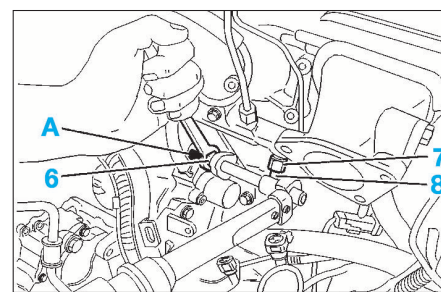
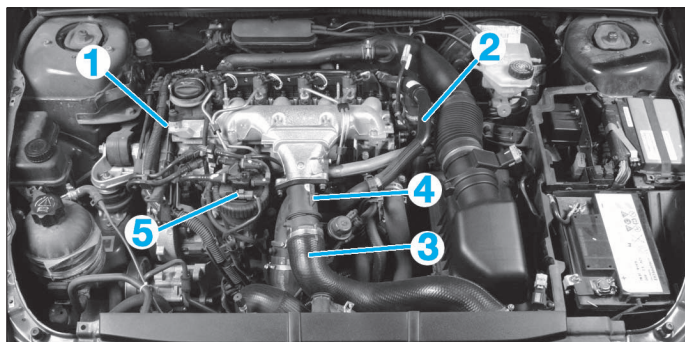

FIG. 54
FIG. 53
- Écarter le faisceau (1) (Fig.53).
- Désaccoupler et écarter la durit (2) de réaspiration des vapeurs d'huile.
- les conduits d'air (3).
- le boîtier papillon (4).
- Vidanger le bocal du filtre à gasoil (5).
- Désaccoupler et écarter tous les tuyaux attenants au bocal de filtre à gasoil (5).
- le bocal de filtre à gasoil (5) et son support.
- Desserrer le raccord (6) (Fig.54) tout en appliquant
- un contre-couple en (A).
- Desserrer le raccord (7).
- Déposer le tube d'alimentation haute pression (8).